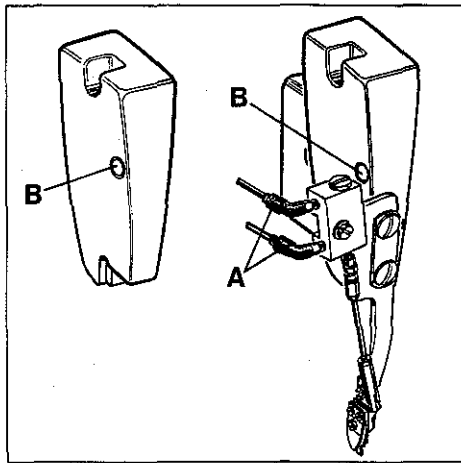
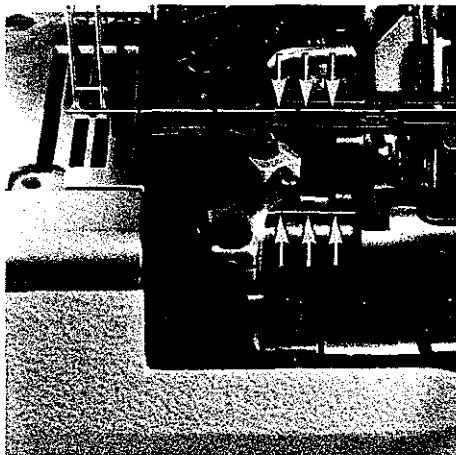
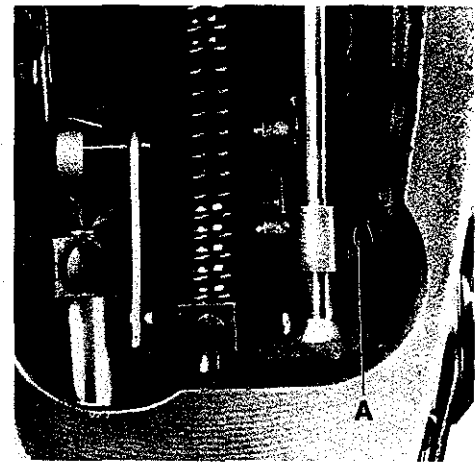
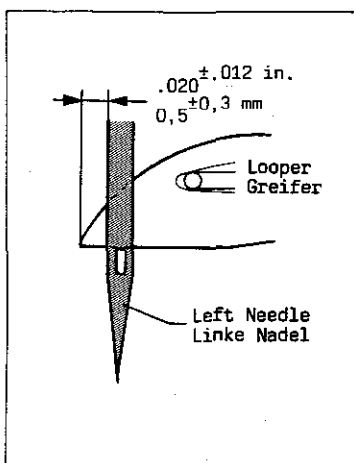

Fig.19
Fig.21
Fig.20
Fig. 23
1. Remove the head cover*, presser foot and feed dogs. For removing the head cover on styles with cover thread trimmer the PA-tubes have to be disconnected on the swivel elbows (A, Fig. 19) of the air cylinder.
3. Loosen screw (A, Fig. 20) and turn needle bar as required, so the needles center in the needle holes of throat plate and are parallel to the looper shaft (see Fig. 21). This can be checked by holding a ruler against the needles.
4. Retighten screw (A, Fig. 20).
* The needle bar can also be aligned and set to height without removing the head cover. For this, remove plug (B, Fig. 19) in the head cover to have access to screw (A, Fig. 20) in the needle bar connection. Remount the plug.
1. Entfernen Sie den Kopfdeckel*, Drückerfuß und Transporteure. Zum Entfernen des Kopfdeckels müssen bei Maschinen mit Legfadenabschneider die PA-Schläuche an den Winkleinverschraubungen (A, Fig. 19) am Luftzylinder gelöst werden.
3. Lösen Sie die Schraube (A, Fig. 20) und drehen Sie die Nadelstange so, daß die Nadeln mittig in die Stichlöcher der Stichplatte einstechen und parallel zur Greiferwelle stehen (siehe Fig. 21). Dies kann durch Anlegen eines Lineals an die Nadeln geprüft werden.
4. Ziehen Sie die Schraube (A, Fig. 20) wieder an.
* Die Nadelstange kann auch ohne Abbau des Kopfdeckels ausgerichtet und auf die Höhe eingestellt werden. Entfernen Sie dazu den Verschlußstopfen (B, Fig. 19) im Kopfdeckel, damit die Schraube (A, Fig. 20) im Nadelstangen-Mitnehmer zugänglich wird. Montieren Sie den Verschlußstopfen wieder.
The height of needle bar is correct, when the looper point at its travel from right to left is 0.5 mm (.020 in.) left of the left needle (see Fig. 23) and the top of the needle eye is flush with the underside of the looper. For adjustment loosen screw (A, Fig. 20)* and move needle bar up or down as required. Retighten screw (A). Care should be taken not to disturb the alignment of the needle bar when making this adjustment.
Die Nadelstangenhöhe ist richtig eingestellt, wenn die Greiferspitze bei ihrem Weg von rechts nach links 0,5 mm links der linken Nadel steht (siehe Fig. 23) und Oberkante Nadelöhr und Unterkante Greifer in gleicher Höhe stehen. Lösen Sie für diese Einstellung die Schraube (A, Fig. 20)* und schieben Sie die Nadelstange nach Bedarf nach oben oder unten. Ziehen Sie die Schraube (A) wieder an. Beachten Sie, daß bei dieser Einstellung die Nadelstange nicht verdreht wird.
* Die Nadelstange kann auch ohne Abbau des Kopfdeckels ausgerichtet und auf die Höhe eingestellt werden. Entfernen Sie dazu den Verschlussstopfen (B, Fig. 19) im Kopfdeckel, damit die Schraube (A, Fig. 20) im Nadelstangen-Mitnehmer zugänglich wird. Montieren Sie den Verschlussstopfen wieder.